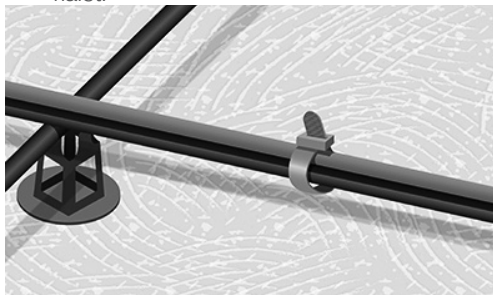

Fig. 5. Kabelen festet. Kabelstrop er løse og ikke på skjøtene
6. Rull ut varmekabelen og fest varmekabelen til det forsterkende nettet underveis (fig. 5).
- Varmekabelen er festet i hele dens lengde slik at den er lagt ut med riktig senteravstand (CC) og ikke berører eller krysser seg selv.